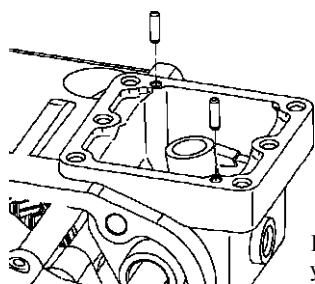

Рис. 6.49. Монтаж установочных штифтов
17. Вставьте два установочных штифта в пазы на поверхности разъема механизма переключения передач в заднем картере коробки передач (рис. 6.49).